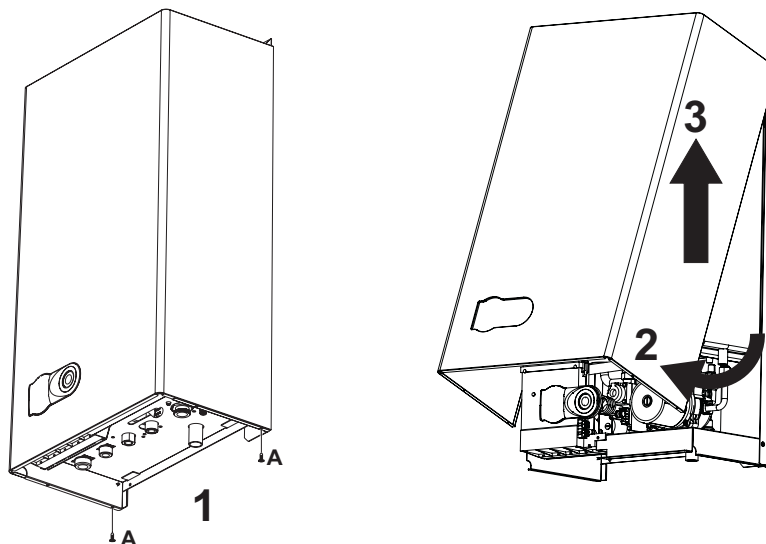

fig. 17 - Apertura de la carcasa
1. Desenroscar los tornillos A (véase fig. 17).
2. Girar la carcasa (véase fig. 17).